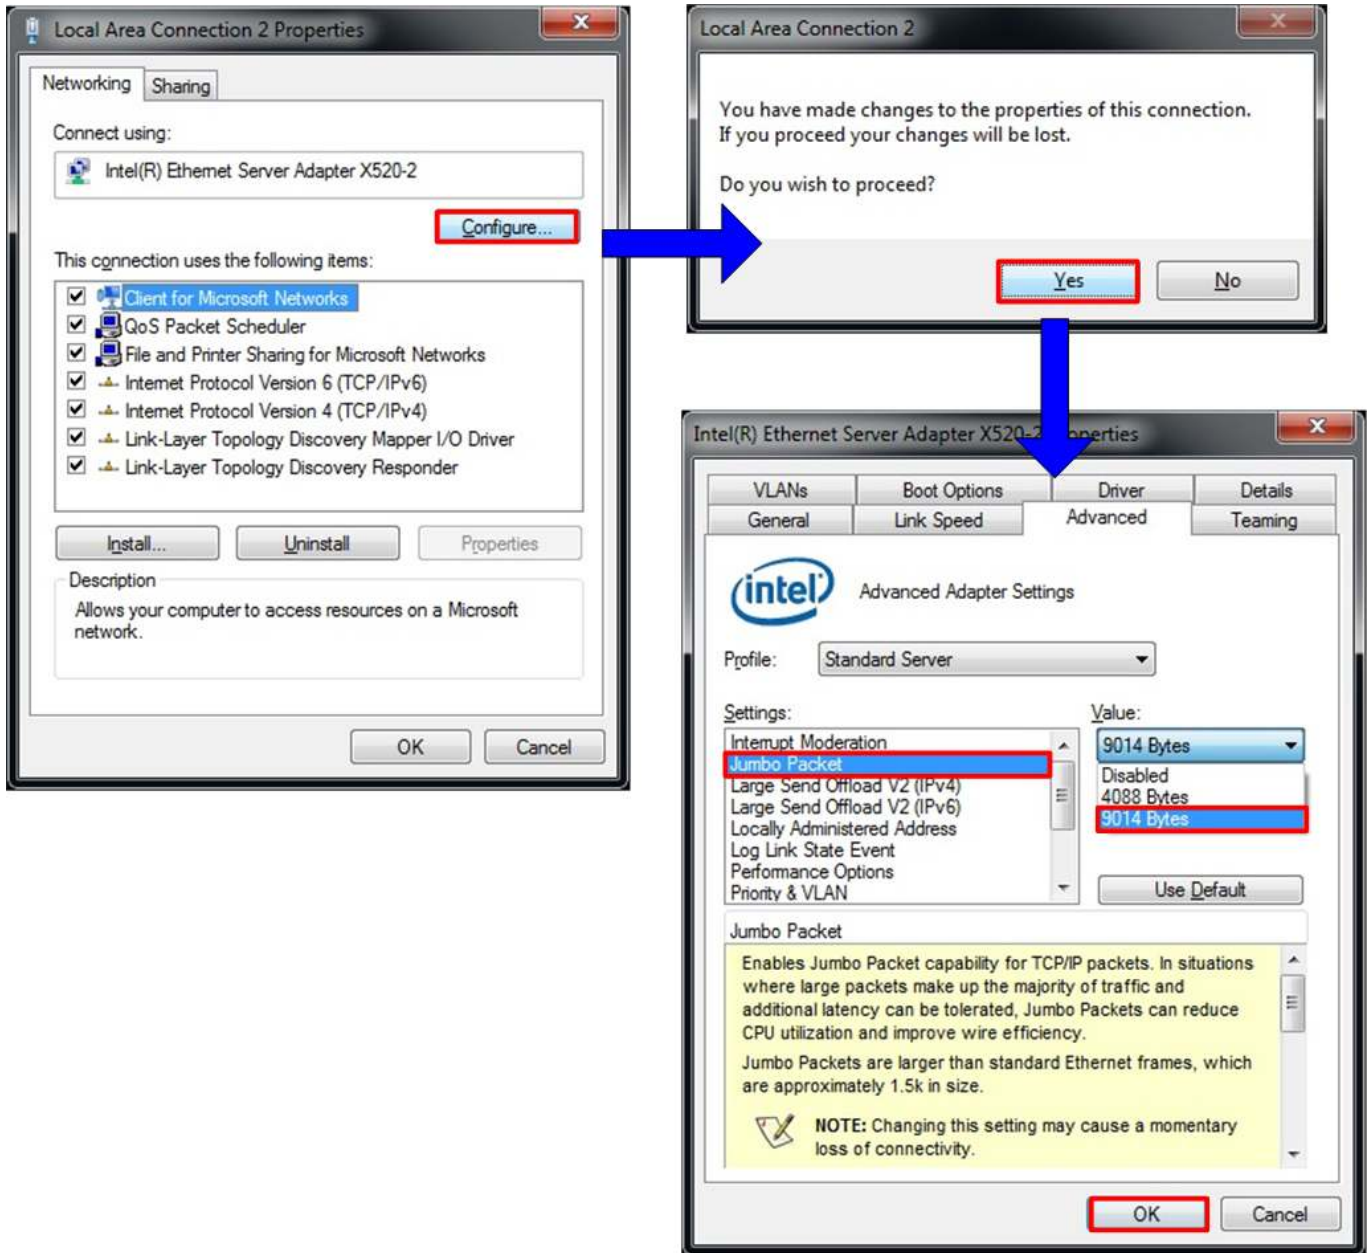

図 3-2: フレーム・サイズをジャンボ・フレームに設定
- 1) 図 3-2 に示すようにローカル・エリア接続プロパティの"Configure"ボタンをクリックします。